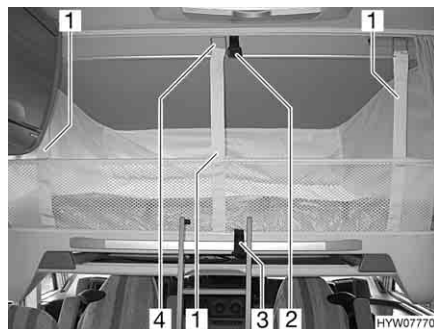

Fig. 79 Letto basculante con rete protettiva montata
- Staccare la cintura di ritegno (Fig. 79,3).
- Staccare le cinture di ritegno (Fig. 79,1) e sistemare la rete protettiva sotto il materasso.
- Assicurare il letto basculante al soffitto (Fig. 79,2) mediante la cintura di ritegno (Fig. 79,3).
- Agganciare le cinture di ritegno (Fig. 79,1) ai ganci (Fig. 79,4) del soffitto.